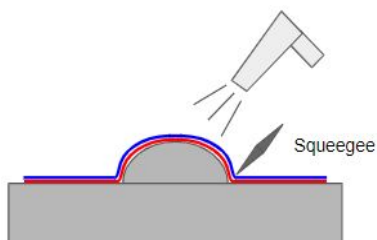

Fig.12
- 3) Schiacciare con forza la pellicola attorno al rivetto servendosi di una racla in plastica e di una pistola termica. La temperatura applicata deve essere compresa tra 45 e 60°C. Fig.12